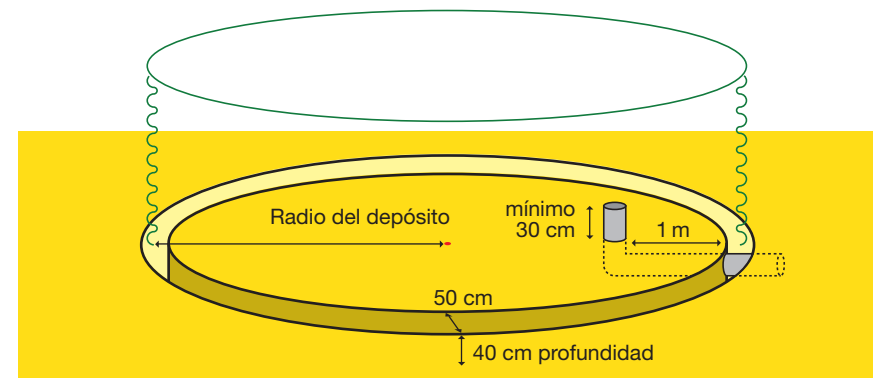

Figura 1: Perfil de la regata (zanja) y tubos de salida de agua.
- Si se ha previsto una o más salidas por el fondo, antes del hormigón deberán colocarse los tubos por debajo del nivel del suelo, y dichos tubos saldrán a la superficie 30 cm, en el interior del depósito a 1 m del borde como muestra la figura 1. Se aconseja poner un tubo pasador por el interior del cual pasará el tubo de salida cuando éste atraviese la zanja. Este tubo pasador, de diámetro mayor que el de la salida, evitará que el hormigón repose directamente sobre la tubería de salida del agua.